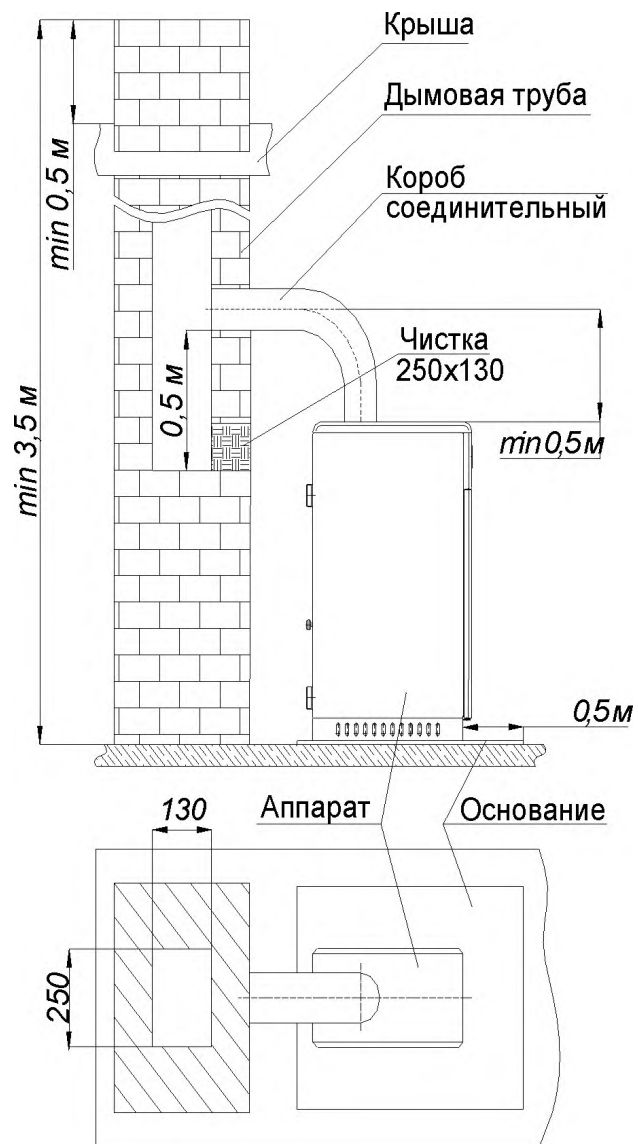

Рис.7-1
7.4. Устройство дымохода, к которому подключается аппарат, должно соответствовать СНиП 2.04.08-87 «Газоснабжение». Примерная схема подключения аппарата к дымоходу показана на рис.7.1.